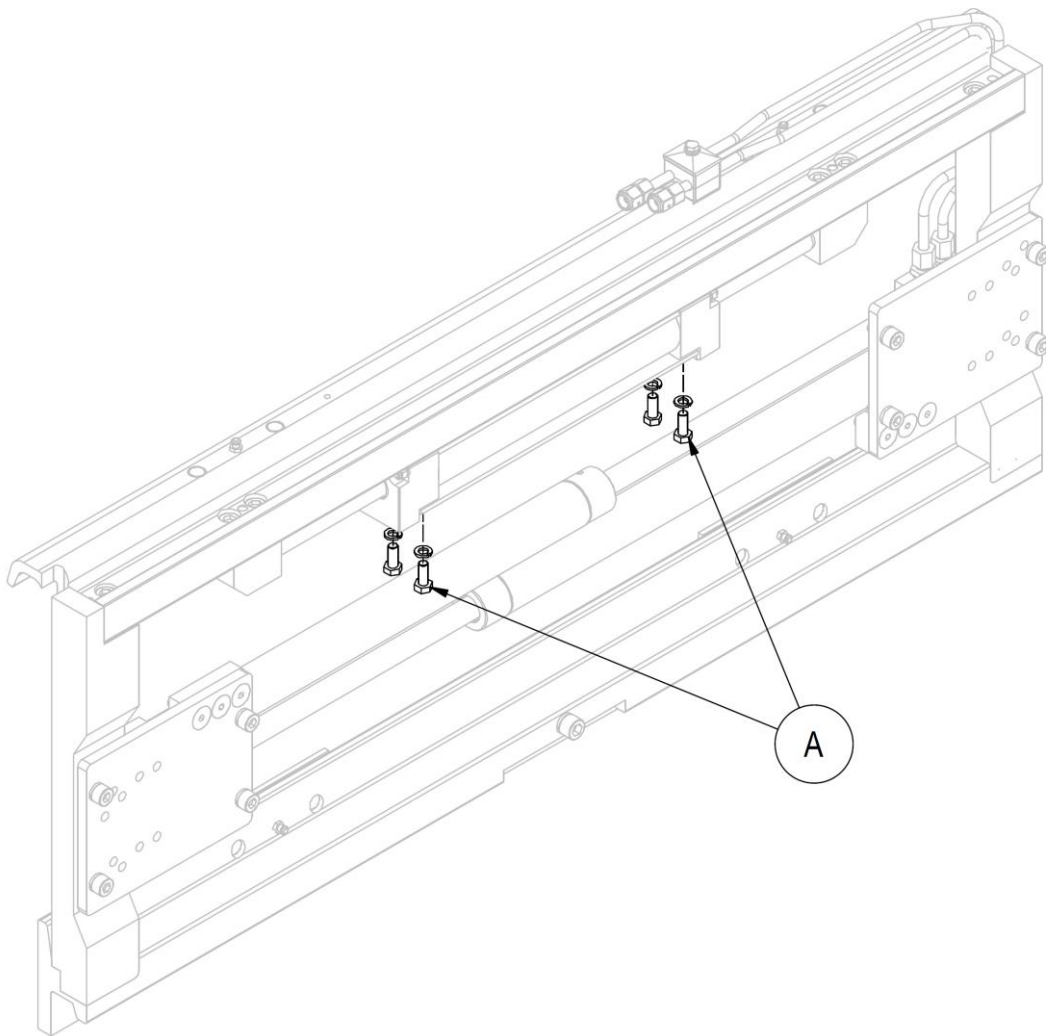

Figura 33
3. Quite los tornillos **A** y deslice el cilindro fuera de su asiento (mira *Figura 33*).